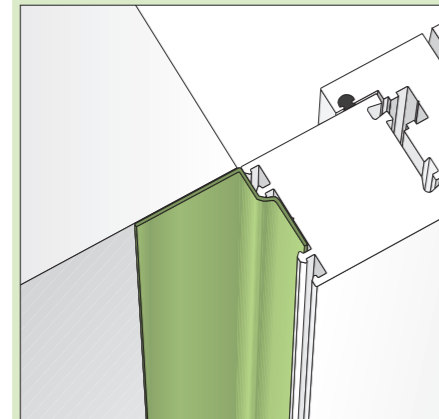

Bild 1: Folie auf die Außenseite des Blendrahmens kleben, Folie im rechten Winkel zur Wand führen
- Ankleben an der Außenseite des Blendrahmens (Bild 1)